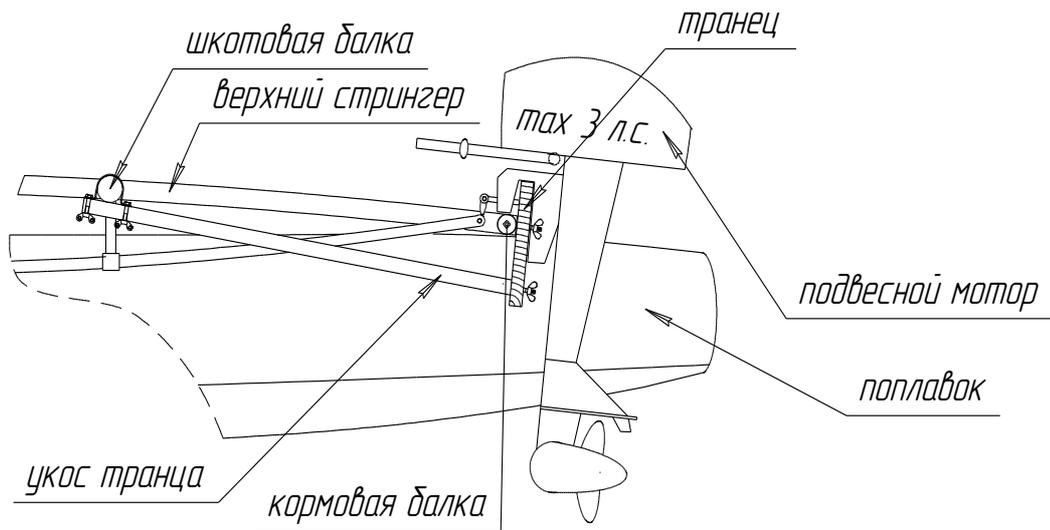

рис.16.Транцевая доска.
1. Двумя болтами прикрепите транцевую доску к кормовой балке (рис.16.).